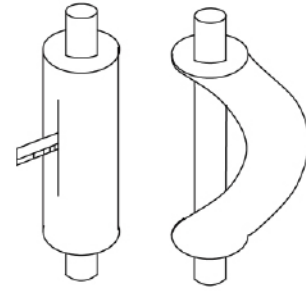

Fig. 12
- (2) Ne cintrerez pas le tuyau à plus de 90°.
- (3) Si le tuyau est cintré ou tordu de manière répétée, il durcira et deviendra difficile à cintrer et à tordre de nouveau. Évitez donc de cintrer ou tordre le tuyau plus de 3 fois.
- (4) Si le cintrage direct risque de former des cassures sur le tuyau, utilisez d'abord un cutter pour couper la couche d'isolant, comme indiqué sur la Fig.12. Ne cintrerez pas le tuyau tant qu'il n'est pas dénudé. Une fois le cintrage réalisé, enroulez le tuyau d'une couche d'isolant et assurez-la avec du ruban adhésif.